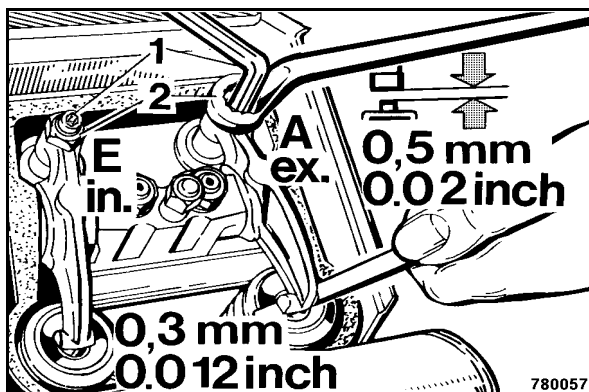

Fig. 168
- Desserrer le contre-écrou 2 (Fig. 168) et, à l'aide d'un tournevis, régler le jeu à la vis de réglage (1) de sorte que la cale d'épaisseur puisse coulisser sans grande résistance avec l'écrou serré.